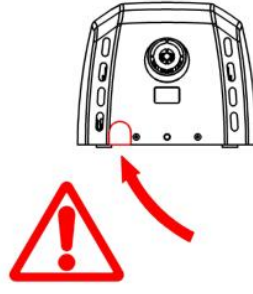

Рисунок 12.
- Также очень важно убедиться в том, что у смонтированного и привинченного к основанию корпуса имеется пластиковое защитное устройство, которое должно быть размещено в нижнем окошке в форме перевернутой буквы "U" (Рисунок 12).